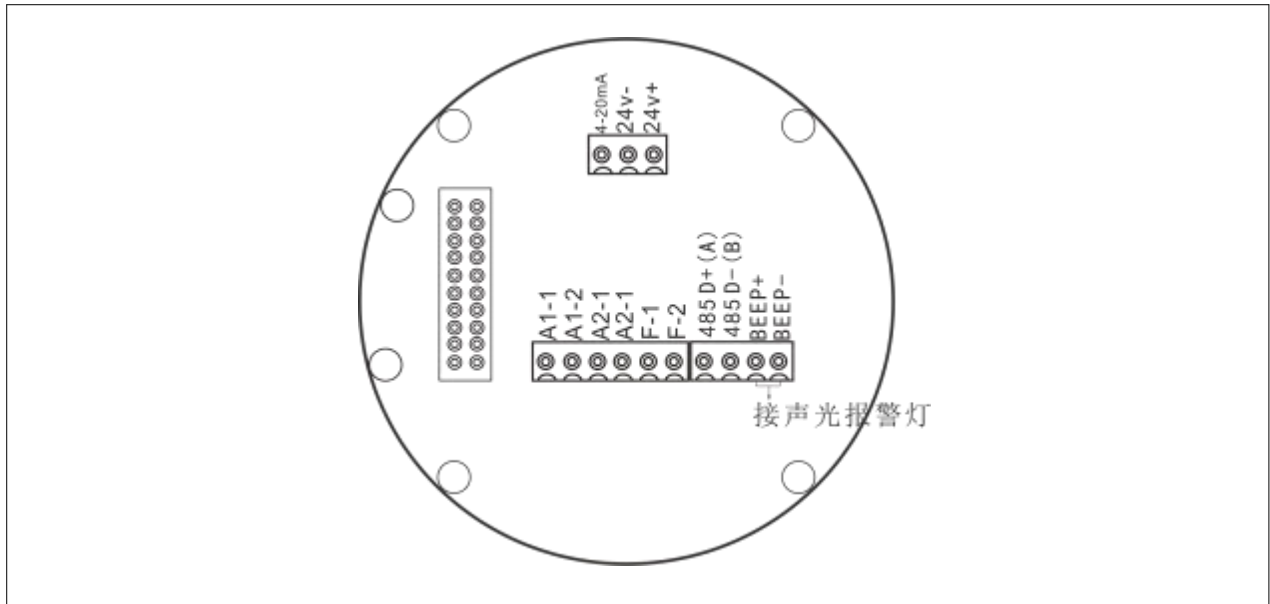

图7：接线端子连线图
4.1 接线端子连接（如图7）
电源接口和电流回路共用零电位，接入3针接口(如图7：接线端子连线图)。